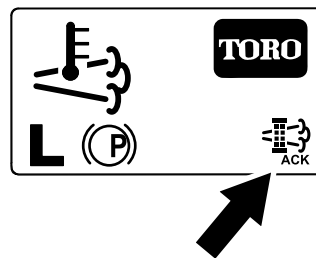

Figura 57
- El InfoCenter muestra la página de inicio y el icono de reconocimiento de regeneración (Figura 57) aparece en la esquina inferior derecha de la pantalla mientras se procesa la regeneración.